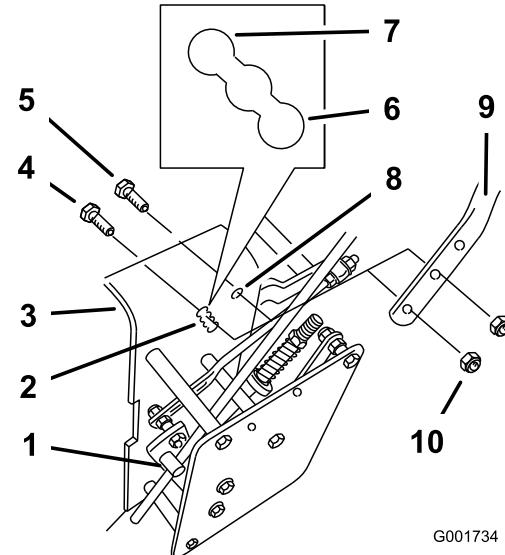

**Bild 18**
1. Entfernen Sie die Splints und Lastösenbolzen von den Antriebshebeln und den Neutralarretierungen (Bild 18).
5. Stellen Sie die Länge der Schaltstange ein, indem Sie die Schaltstange im Stangen-Anschlussstück drehen (Bild 18 und Bild 19).
6. Stecken Sie den Splint zwischen den Antriebshebeln und Neutral-Arretierungen in den Lastösenbolzen (Bild 18).